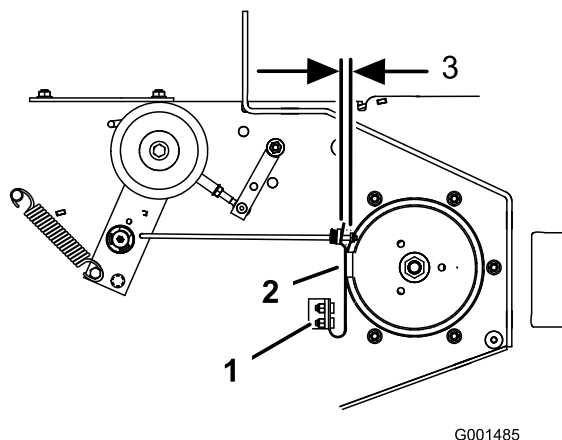

Figure 54
3. Le cas échéant, ajustez les boulons de fixation de ressort de sorte que la plaquette de frein de lame frotte contre les deux côtés de la gorge de la poulie (Figure 54).
4. Ajustez l'écrou à l'extrémité de la tige de frein jusqu'à ce que l'écrou et l'entretoise soient espacés de 3 à 5 mm ($\frac{1}{8}$ à $\frac{3}{16}$ po) (Figure 54).